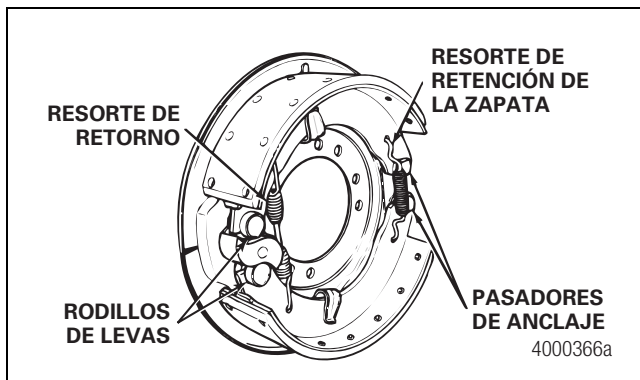

Figura 5.25
3. Instale un nuevo resorte de retorno de la zapata con el extremo abierto de los ganchos del resorte apuntando hacia el árbol de levas. Instale las zapatas en los pasadores de anclaje. Figura 5.25.